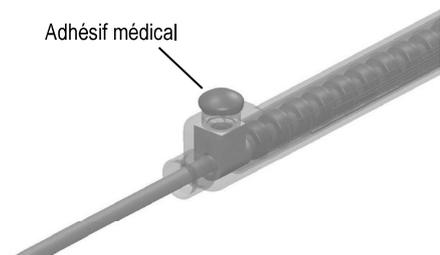

Figure 13. Scellement du bouchon d'étanchéité du répartiteur avec un adhésif médical
9. Si vous utilisez le répartiteur 2x8, avant de fermer la plaie, nettoyez le haut du bouchon d'étanchéité de la vis de pression du répartiteur et utilisez un adhésif médical en silicone (par exemple l'adhésif médical en silicone Dow Corning Silastic®, type A - stérile, disponible auprès de Boston Scientific, référence SC-4320) pour recouvrir et sceller le haut du bouchon d'étanchéité par lequel est passée la clé hexagonale (voir Figure 13).